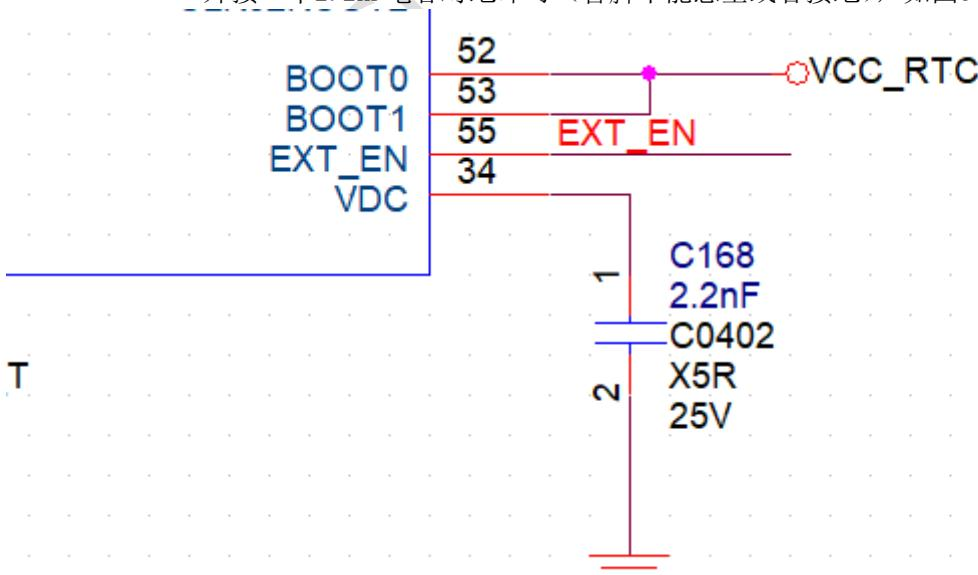

图 3-31 VDC应用电路三
- 对于Netbook的应用场景，不需要插电自动开机的功能，仅需要使用按键关机，则在VDCpin 外接一个2.2nF电容对地即可（管脚不能悬空或者接地），如图3-31所示；